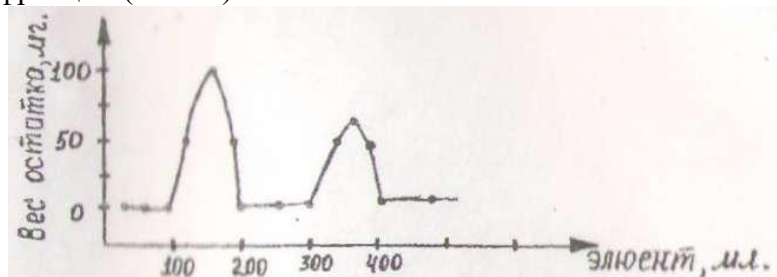

Рис. 10. Пример выходной кривой.
3. Если разделению подвергалась смесь неокрашенных веществ, то поступают следующим образом: отбирают равные по объему (или по весу) фракции элюента, из каждой фракции отгоняют растворитель и строят выходную кривую, которая характеризует содержание остатка в каждой фракции (Рис.10).